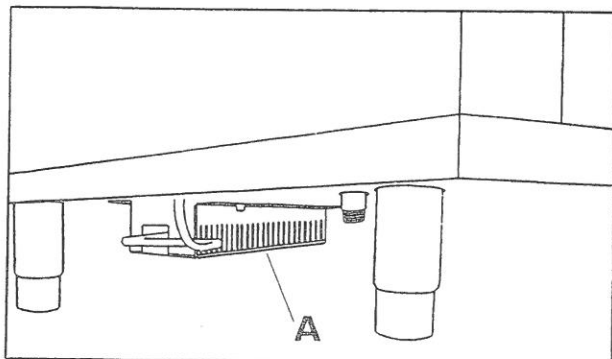

Fig. 31
- togliere la protezione del bruciatore sottostante il forno (A - Fig. 31);
- remove the burner's protection below the oven (A - Fig. 31);
- enlever la protection du brûleur sous le four (A - Fig. 31);
- Den Schutz unter dem Ofen entfernen (A - Fig. 31);
- quite la protección de la hornilla debajo del horno (A - Fig. 31);